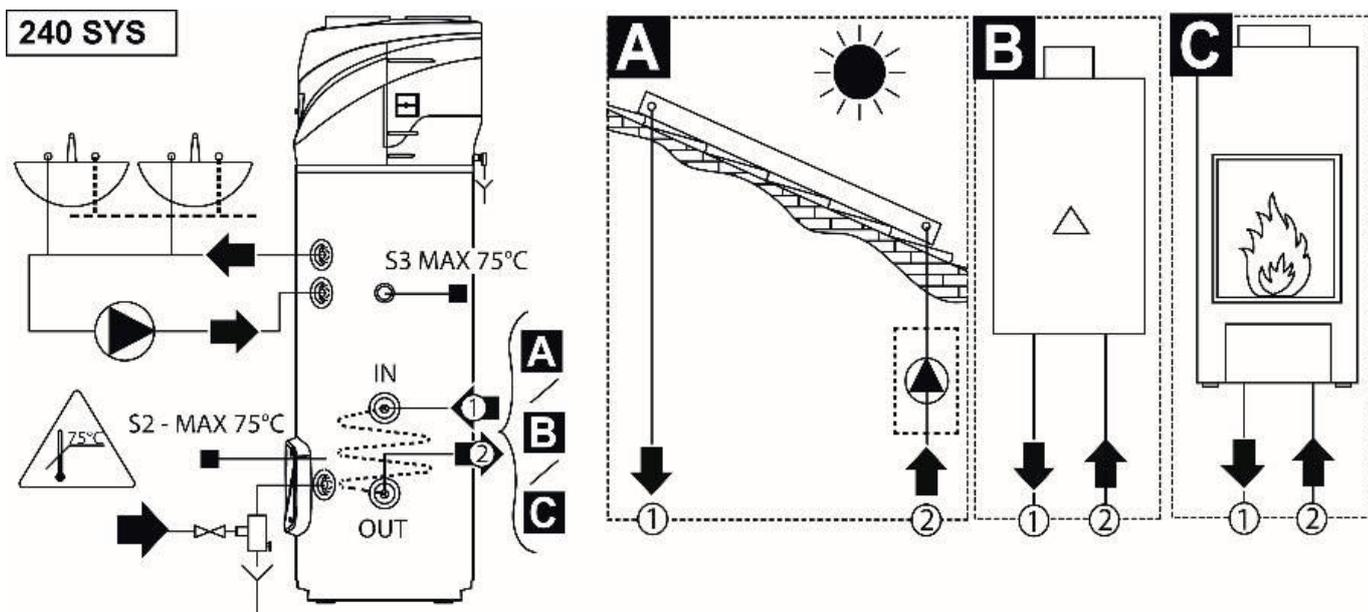

fig. 14 Modèle de connexion W
Pour le connexion de la version W à la chaudière / poêle il est recommandé de utiliser la porte-sonde supérieure. (Fig. 14)
**ATTENTION! (exclusivement pour la version W) S'assurer que la température détectée par la sonde S2 et S3 du régulateur du système auxiliaire, à l'intérieur du chauffe-eau, ne doit pas excéder 75°C fig. 14.**